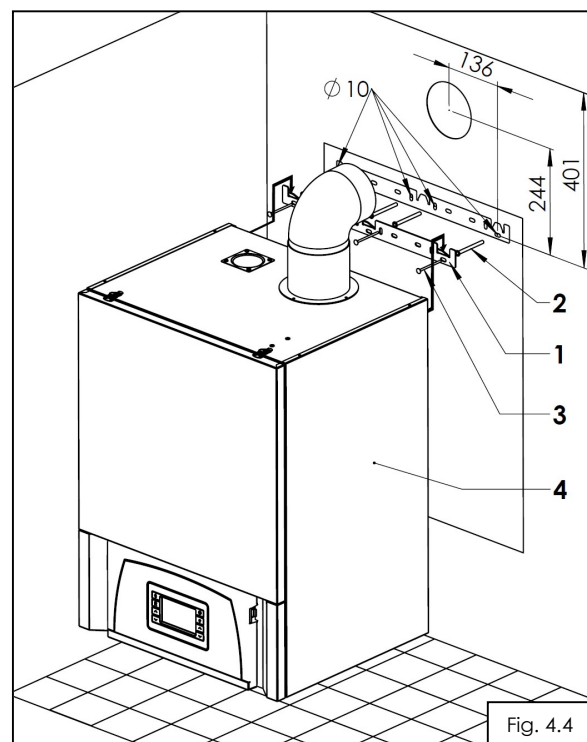

Fig. 4.4
- Executați prin găurire două orificii pentru fixarea suportului centrală (1);
- Montați suportul centrală (1) cu diblurile și suruburile furnizate (2, 3) pe perete (fig.4.4);
- Suspendați centrală (4) pe suportul centrală.